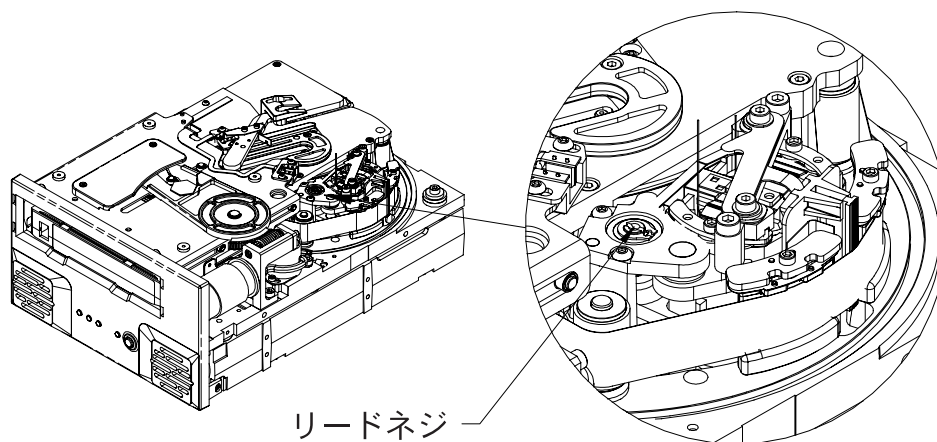

図 19 リード・ネジを拡大した Viper 200 (テープがテイクアップ・リールにスレッドされた状態)
1. リード・ネジ (図 19 に表示) をマイナス・ドライバーで右に回転し、ヘッド・アセンブリが下がった位置にあることを確認します。この確認は、ロード・アームがカートリッジ後方に移動する場合に、ヘッド・アセンブリにぶつからないようにするために必要です。